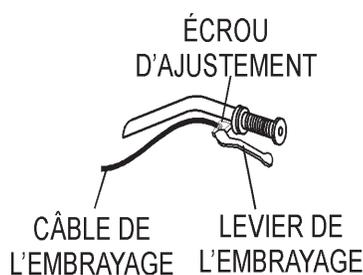

Figure 48. Ajustement de l'embrayage manuel
2. Les truelles fabriquées avant juin 1982 requièrent que la distance de l'extrémité du boulon d'ajustement et le bras du bâti doit être de 7/8 po. (Figure 48). Réciproquement, les truelles fabriquées après juin 1982 requièrent que la distance de l'extrémité du boulon d'ajustement et le bras du bâti doit être de 1/2 po..
3. Désérrez les boulons de blocage sur l'outil d'ajustement et placez le bras de la truelle dans le canal du bâti comme indiqué dans la Figure 48. Une *cale mince* peut être requise pour couvrir les trous de la lame sur le bras de la truelle. Assurez-vous de l'alignement entre le boulon d'ajustement de la truelle et le boulon d'ajustement du bâti.
L'ajustement le plus facile et le plus simple est d'ajuster le logement du câble de l'embrayage à l'aide de l'écrou d'ajustement (Figure 48) situé sur le levier de l'embrayage. La rotation de l'écrou fournit soit plus soit moins (suivant la direction de rotation) d'engagement de l'embrayage.